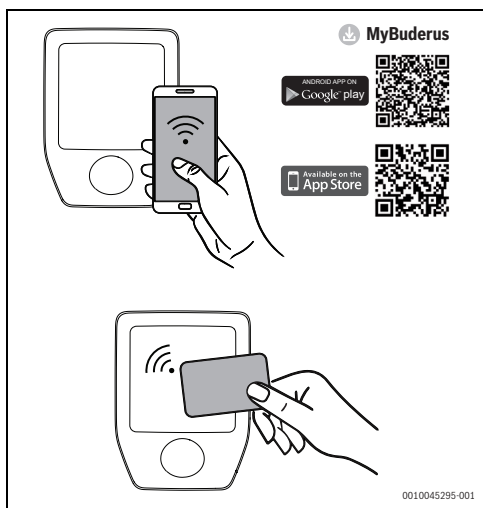

Fig. 168 Autentificare prin intermediul cardului RFID
- ▶ Deblocați Logavolt prin intermediul cardului RFID, al aplicației sau al aparatului de blocare extern. Acest pas este opțional (→ Fig. 168 și 167, pagina 165).